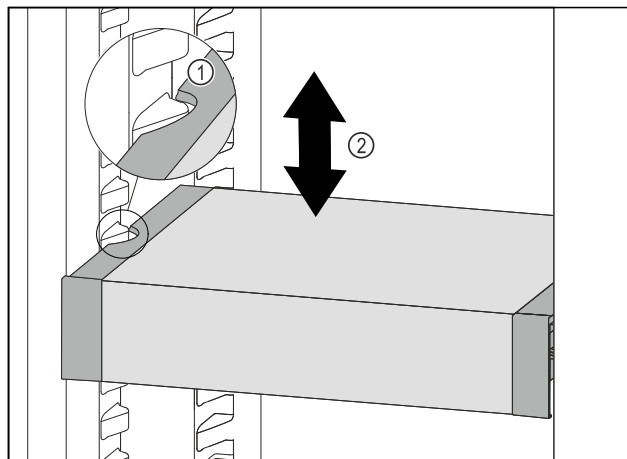

Fig. 146
- Dra VarioSafe framåt tills sidofördjupningarna på VarioSafe är i samma nivå som behållarlisterna i kyldelen. *Fig. 146 (1)*
- Förflytta VarioSafe uppåt eller nedåt i kyldelen tills önskad höjd har uppnåtts. *Fig. 146 (2)*